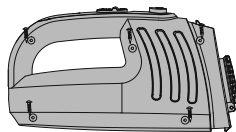

Bild 15
1. Lassen Sie den Handsauger in Betrieb, bis dieser überhaupt nicht mehr läuft. Lösen Sie die Schrauben, um das Gerät zu öffnen (Bild 15).